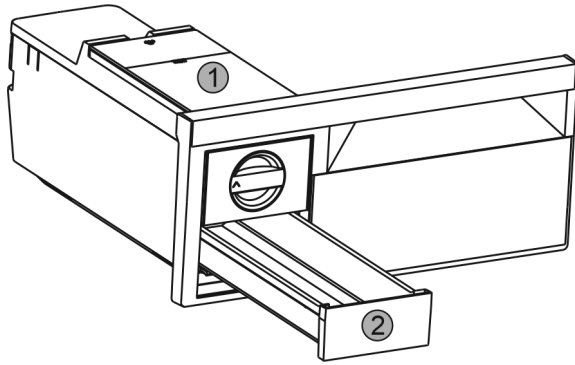

Fig. 58
- ▶ Зняти бак для води Fig. 58 (1) та висувний ящик для виробництва кубиків льоду Fig. 58 (2).